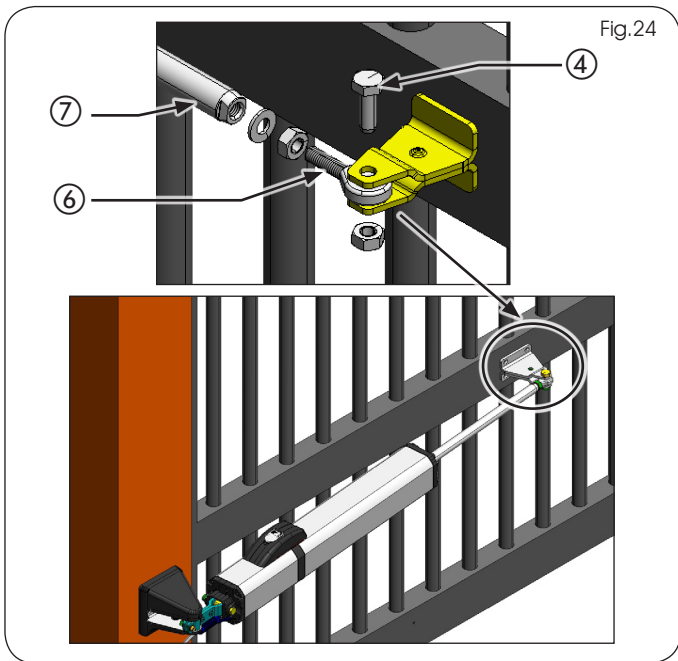

Fig.24
2. Enlever la vis indiquée sur la Fig. 24 réf. ④ de la patte d'attache antérieure.
3. Démontez l'articulation (Fig.24 réf. ⑥) de la tige de l'opérateur (Fig. 24 réf. ⑦).